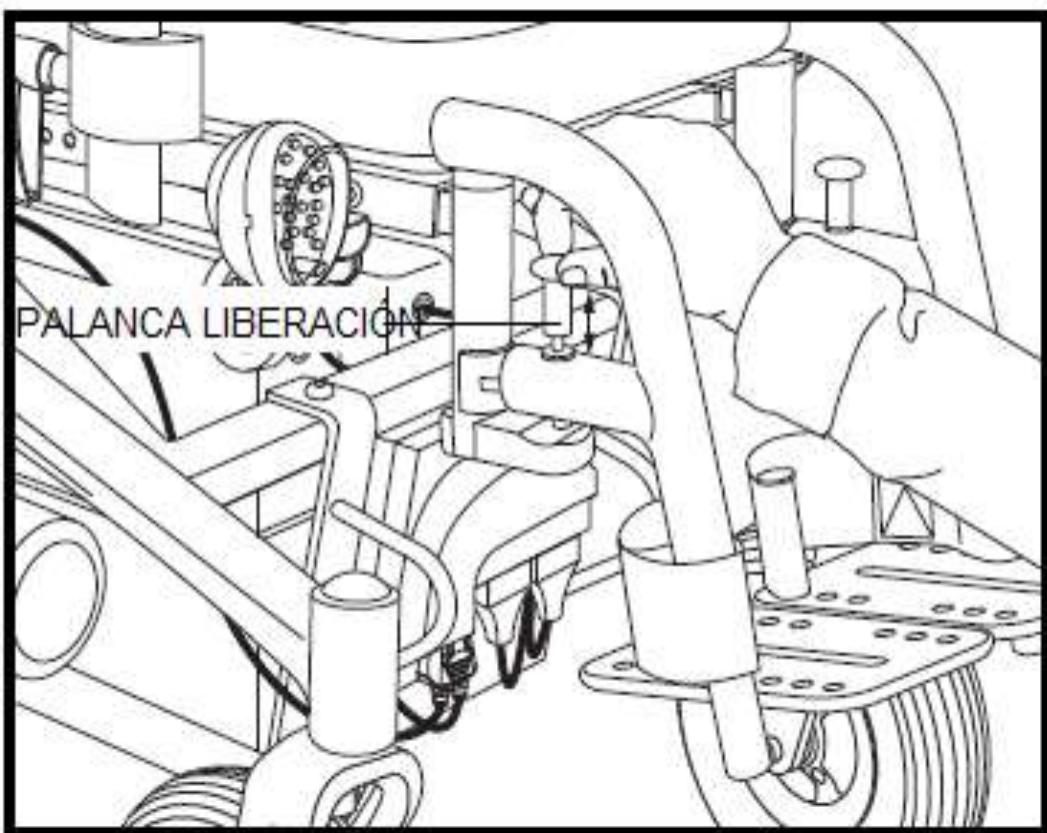

Figura 15.
1. Tire de la palanca de liberación. Ver figura 15.